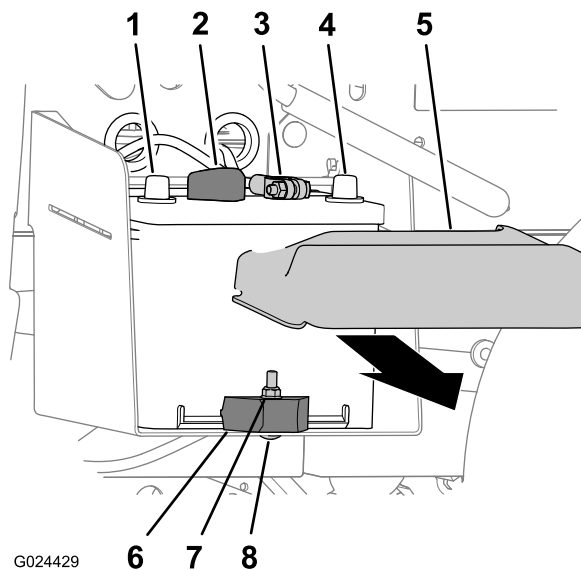

Figura 49
1. Aperte os lados da cobertura da bateria e retire a cobertura da parte superior da bateria (Figura 49).
2. Desligue o cabo negativo da bateria do terminal da bateria (Figura 49).
3. Desligue o cabo positivo da bateria do terminal da bateria (Figura 49).
2. Retire a porca de bloqueio, o parafuso de carroçaria e o grampo da bateria que fixa a bateria ao tabuleiro da bateria (Figura 49).
3. Retire a bateria do tabuleiro da bateria (Figura 49).
1. Alinhe a bateria com o tabuleiro da bateria da máquina (Figura 49).
**Nota:** Certifique-se de que os pólos positivo e negativo da bateria estão alinhados conforme indicado na Figura 49.
2. Fixe a bateria ao tabuleiro da bateria com o grampo da bateria, o parafuso de carroçaria e a porca de bloqueio (Figura 49).
1. Ligue o cabo positivo da bateria ao terminal da bateria (Figura 49).
2. Ligue o cabo negativo da bateria ao terminal da bateria (Figura 49).
3. Coloque a tampa da bateria na parte superior da bateria (Figura 49).